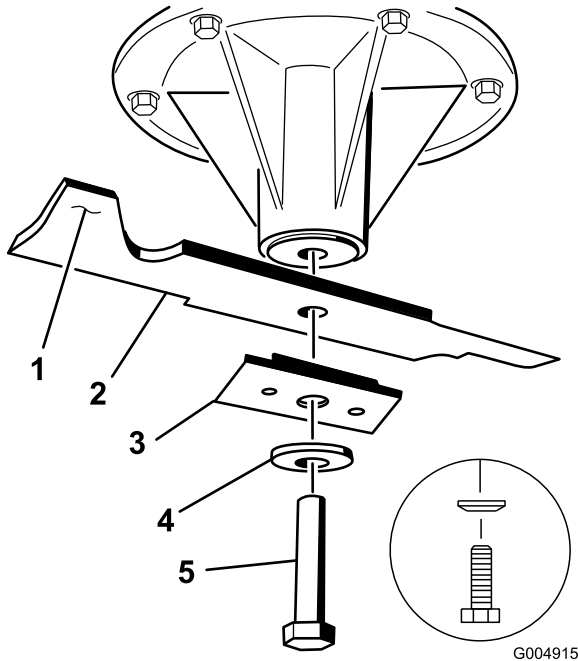
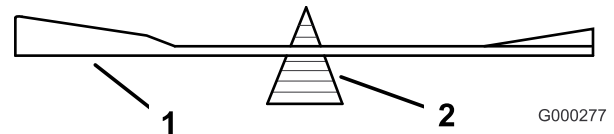

Figure 52
Figure 54
2. Enlevez le boulon de lame, la rondelle bombée, le renfort de lame et la lame de l'axe de pivot (Figure 52).
2. Vérifiez l'équilibre de la lame en la plaçant sur un équilibreur (Figure 54). Si la lame reste horizontale, elle est équilibrée et peut être utilisée. Si la lame est déséquilibrée, limez un peu l'extrémité de la partie relevée seulement (Figure 52). Répétez la procédure jusqu'à ce que la lame soit équilibrée.
Important: Pour obtenir une coupe correcte, la partie incurvée de la lame doit être tournée vers le haut et dirigée vers l'intérieur du carter de tondeuse (Figure 52).
1. Posez la lame, le renfort, la rondelle bombée et le boulon de lame sur l'axe de pivot (Figure 52).